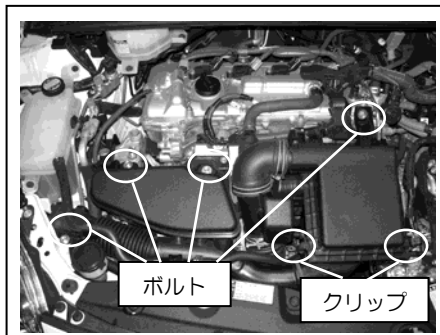

図 1
- ①ボルト 4 ヲ所、ホースバンド、クリップ 2 ヲ所を外し、クリーナーBOX フタ部分及び、純正フィルターを取り外します。同時にエアフロカバーも取り外します。(図 1 参照)